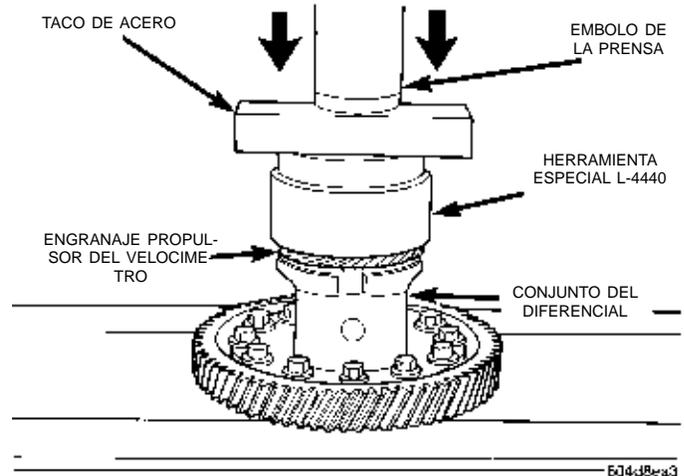
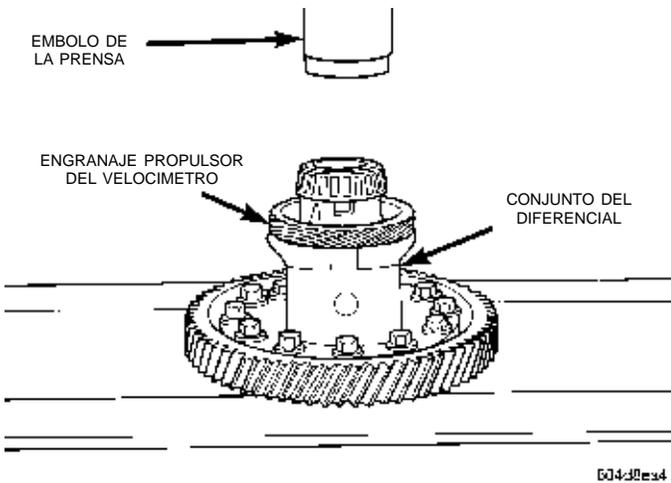

Fig. 106 Presione el engranaje en el diferencial
Fig. 107 Engranaje propulsor presionado en el diferencial
(2) Utilizando la herramienta Miller N° L-4440 y un taco de acero, presione el engranaje propulsor del velocímetro en el diferencial (Fig. 106) (Fig. 107). No emplee un martillo.